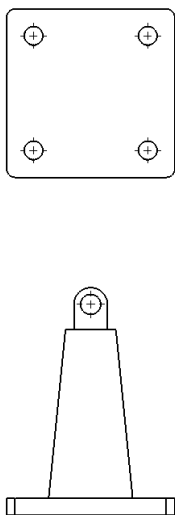

图 12-52 模型视图
3) 设置参数 在图形窗口中的右下角视图上单击, 此时会出现“模型视图”属性管理器, 在其中设置相关参数。在“显示样式”面板中选择  (带边线上色) 按钮, 工程图结果如图 12-52 所示。